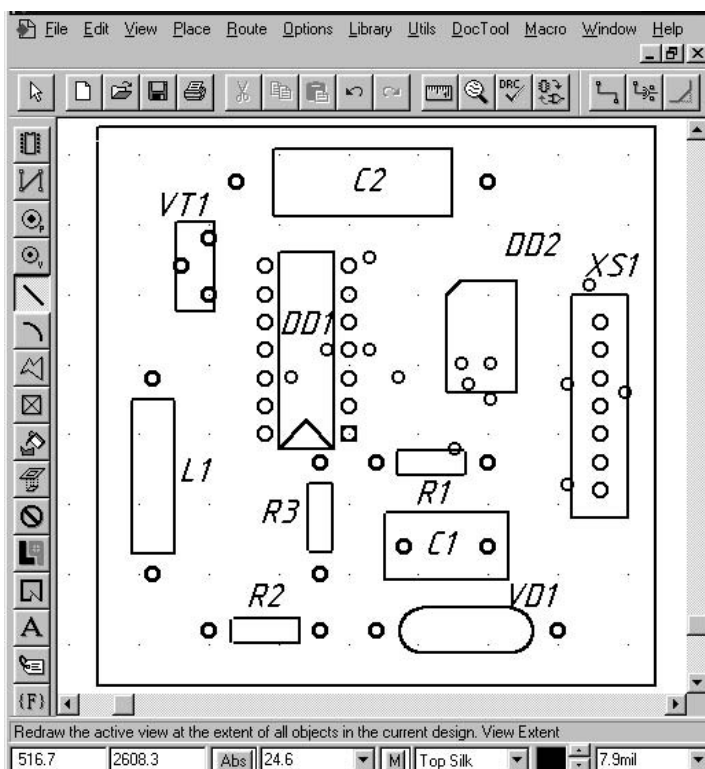

Рис. 8.1.13
• Визуальная оценка качества разводки проводников показывает, что на ПП введено необоснованно много переходных отверстий. Их количество и расположение можно просмотреть одновременным нажатием клавиш **Ctrl+4**. На экран выводятся только контуры ЭРЭ и переходных отверстий (рис.8.1.13). Нажатие клавиш **Ctrl+1** – выводит весь рисунок.